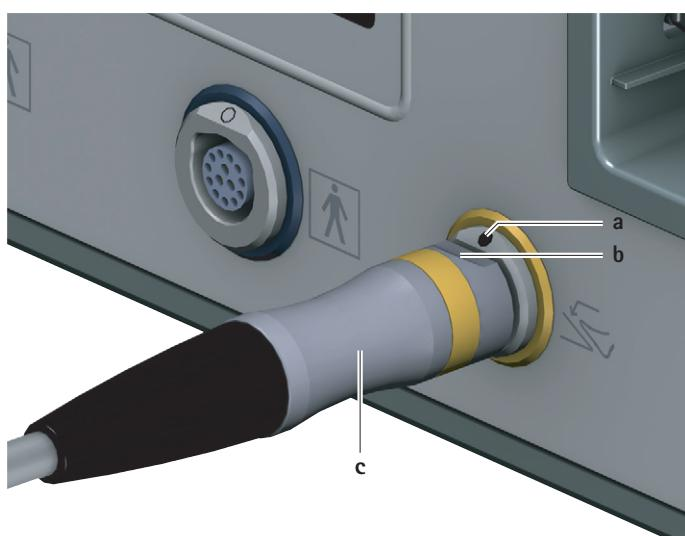

Fig. 2 Raccordement de la commande au pied
► Orienter le connecteur de la commande au pied **c** de telle sorte que le repère **b** sur le connecteur coïncide avec le repère **a** sur la prise de raccordement pour commande au pied **6**, voir Fig. 2.
- Retirer le connecteur de la commande au pied c hors de la prise de raccordement pour commande au pied 6, voir Fig. 2.